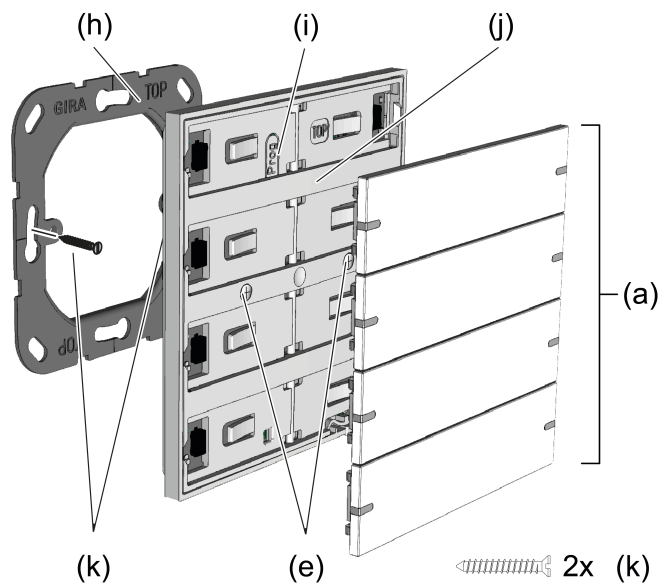

Bild 3: Gerät montieren
**Gerät montieren und anschließen (siehe Bild 3)**